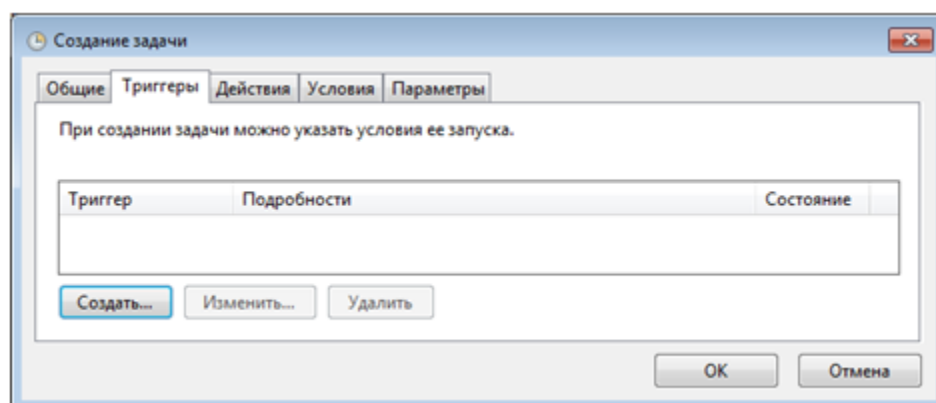

Рисунок 9-107 Переход к созданию триггера
- на вкладке «Триггеры» нажать кнопку «Создать» (см. Рисунок 9-107). В появившемся окне